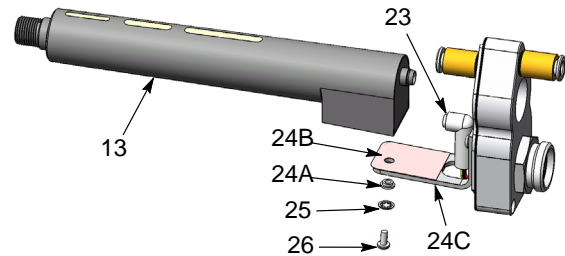
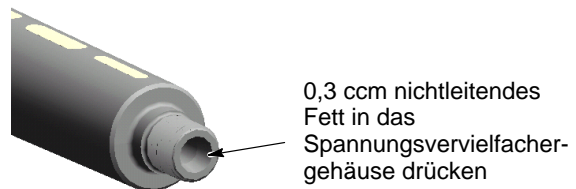

Abb. 25 Spannungsvervielfacher wieder einsetzen
Abb. 26 Spannungsvervielfachergehäuse fetten
1. Siehe Abbildung 25. Kabelbaumstecker (23) am Spannungsvervielfacher (13) anschließen.
3. Den Spannungsvervielfacher mit Schraube (26) und Sicherungsring (25) an der Halterung befestigen.
4. Siehe Abbildung 26. Etwa 0,3 ccm nichtleitendes Fett in das Spannungsvervielfachergehäuse drücken, so dass es etwa zu 75% voll ist.
4. Siehe Abbildung 25. Schraube (26) und Sicherungsring (25) abnehmen, dann den Spannungsvervielfacher (13) von der Halterung (24C) abnehmen.
5. Kabelbaumstecker (23) vom Spannungsvervielfacher abnehmen.